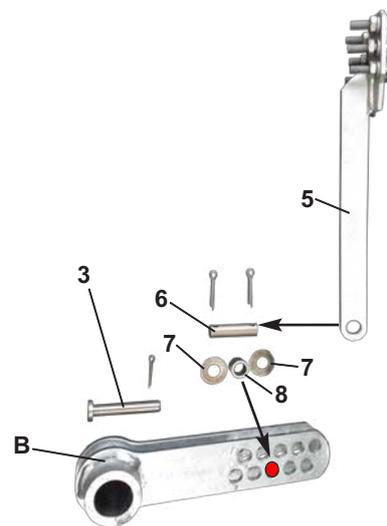

Abb. 7: Montage des Klemmstangenkopfes
- Anschließend den Klemmstangenkopf (5) bei Einhängepunkt 142 mm einsetzen, hierzu den Bolzen (6) mit der Hülse (7) und den beiden Scheiben (8) einführen und mit den Splinten (2 x  $\varnothing 4$  x 25 mm) sichern (siehe Abb. : 7).